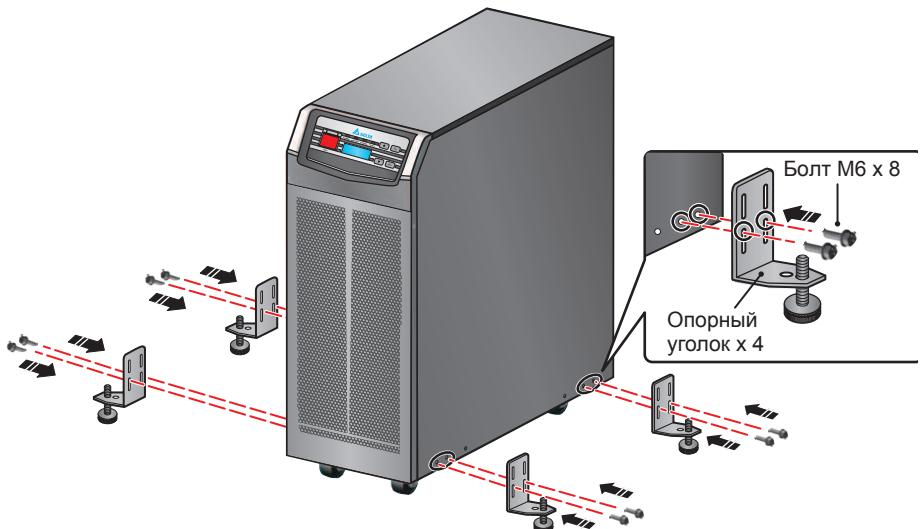

Рис. 6-4. Установка опорных уголков ИБП 15/20 кВА
- 3** Прикрепите с обеих сторон ИБП опорные уголки, как показано на *Рис. 6-4*. Обратите внимание, что винты M5 должны быть вставлены в нижний ряд крепёжных отверстий каждого опорного уголка и зафиксированы в верхнем положении соответствующего отверстия, (см. *Рис. 6-4*).